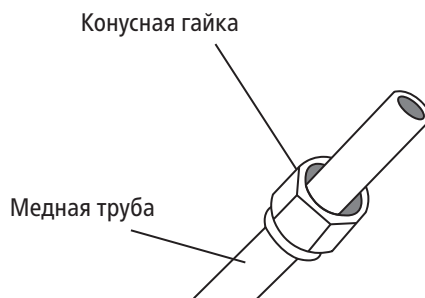

Рис. 5.3
3. Наденьте конусные гайки на оба конца трубы. Гайки должны быть ориентированы в правильном направлении, поскольку после развальцовки гайки нельзя будет надеть или изменить их ориентацию. См. **рис. 5.3**.